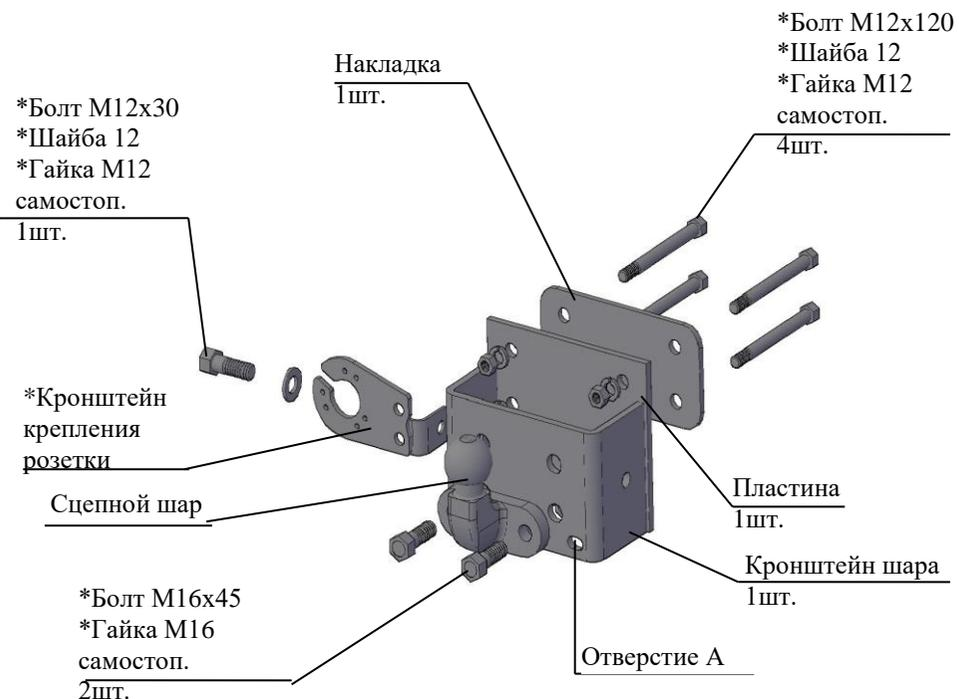

Рис.1 Тягово-сцепное устройство 7860.K2
2.1 ТСУ 7860.K2 в сборе (рис.1)	1 шт.
2.2 Пакет с комплектующими (см. рис.1)	1 шт.